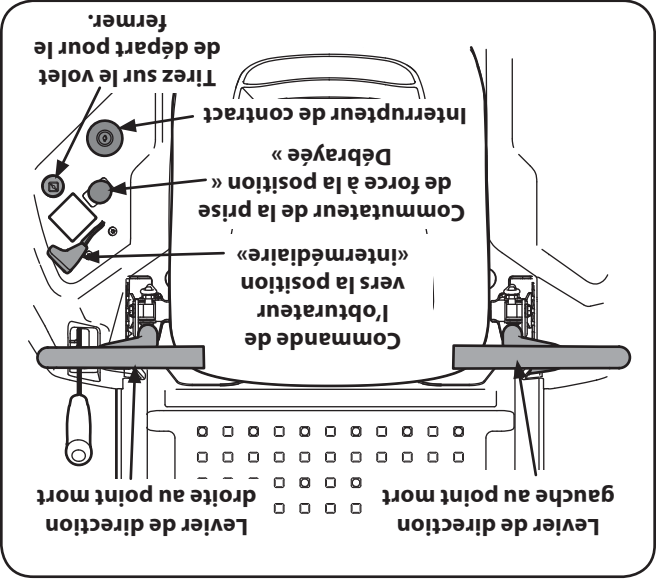

Figure 5-1
2. Vérifiez que le commutateur de la prise de force est à la position « Débrièvement ». Voir la Figure 5-1.
3. Déplacez la manette de départ ou manette de la commande des gaz/volet de départ ou à la position « FULL CHOKE ». Voir la Figure 5-1.